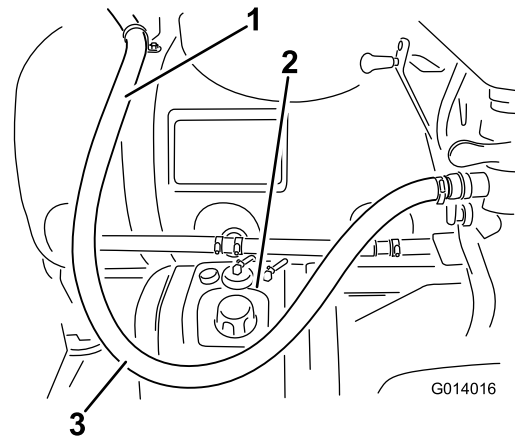

Figura 25
3. Reveja toda a montagem. Certifique-se de que existe folga suficiente como se mostra em Figura 25 para permitir que o misturador seja descido.